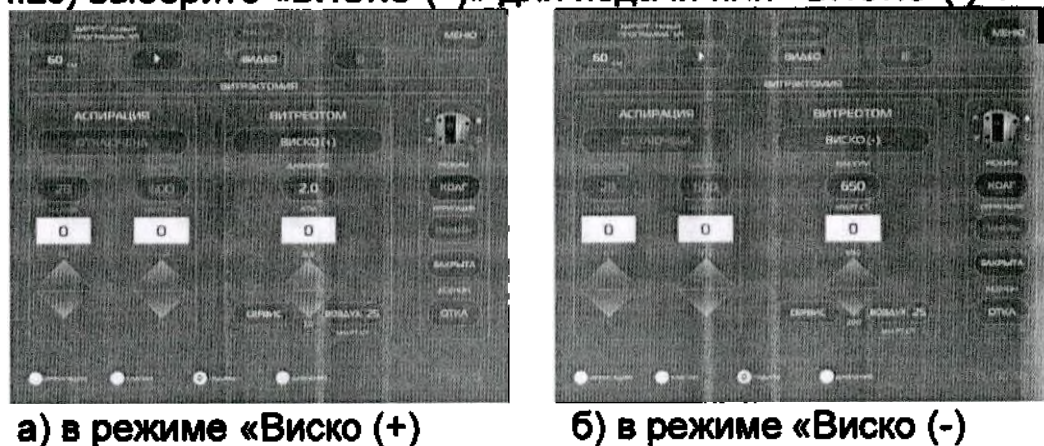

Рис.14.32 – Панель устройства подачи/удаления вязких жидкостей.
14.6.6. Выбор режима работы устройства подачи/удаления вязких жидкостей (Рис. 14.32).